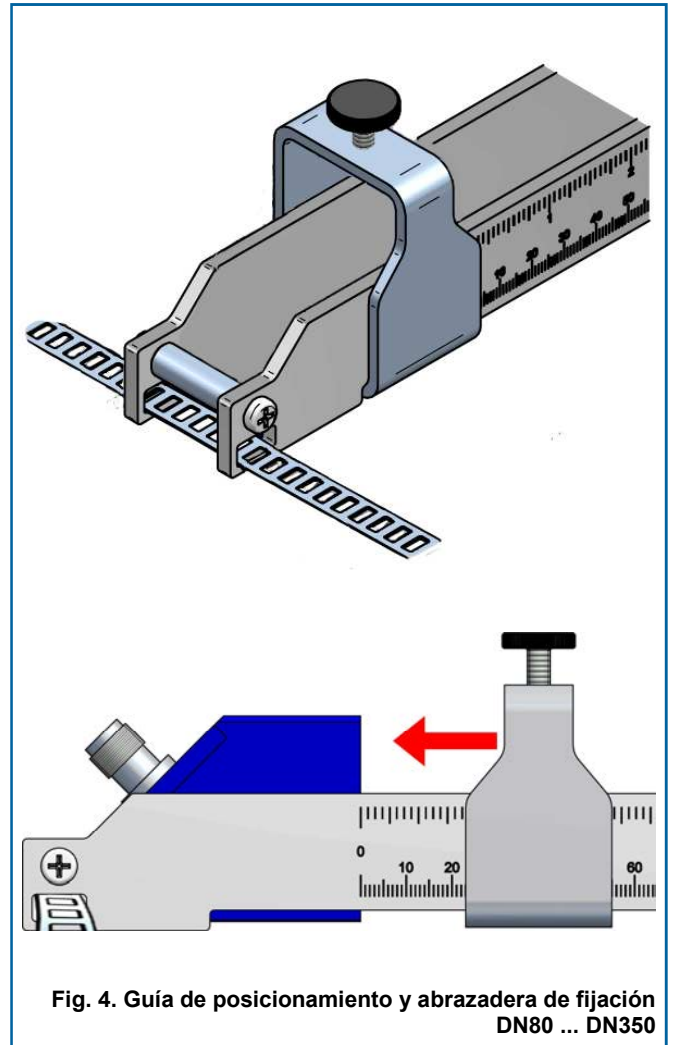
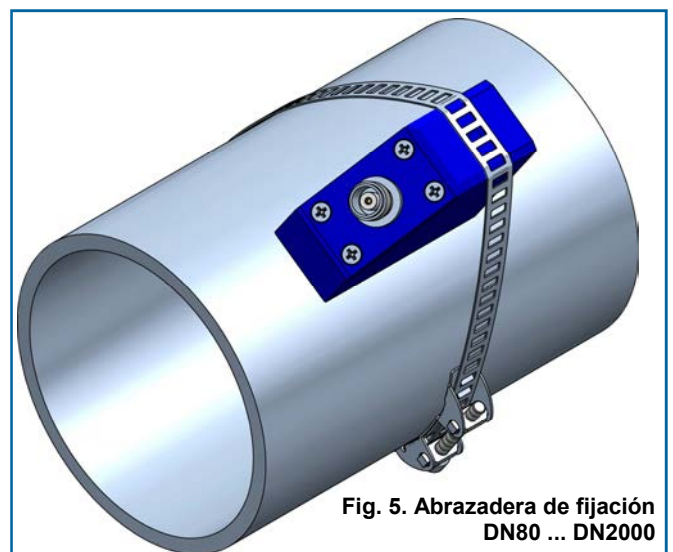

Fig. 4. Guía de posicionamiento y abrazadera de fijación DN80 ... DN350
Fig. 5. Abrazadera de fijación DN80 ... DN2000
- Tubería DN80 ... DN350: mediante guía graduada y abrazaderas de fijación suministradas por Tecfluid (Fig. 4), instalación en V. Montaje opcional mediante abrazaderas de fijación directas sobre transductor (Fig. 5).
- Tubería DN400 ... DN2000: mediante abrazaderas de fijación directas sobre transductor, suministradas por Tecfluid (Fig. 5), instalación en Z. Para estos tamaños de tubería los transductores deben instalarse en oposición y la guía de posicionamiento no está disponible.